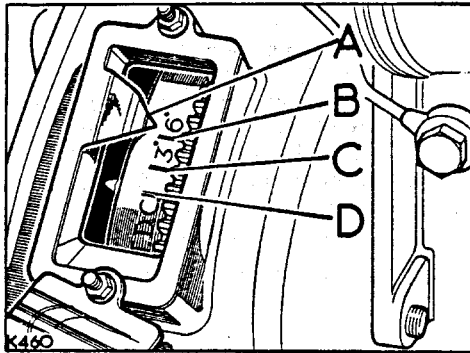

Abb. A1-60. Einstellzeiger auf dem Schwungradgehäuse
1. Motoren mit Einstellzeiger auf dem Schwungradgehäuse. Die Kurbelwelle in der Laufrichtung drehen, bis die entsprechende Markierung auf dem Schwungrad dem Einstellzeiger gegenübersteht, und beide Ventile des 1. Zylinder geschlossen sind. Siehe Abb. A1-60.